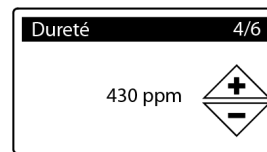

FIG.11
**7. DURETE** Appuyez sur DESCENDRE (▼) ou MONTER (▲) pour régler la dureté de votre eau (Figure 11).